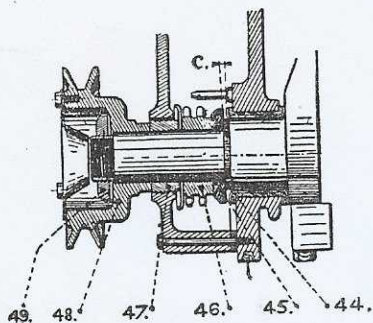

Fig. 11. — Réglage jeu latéral vilebrequin (moteurs sortis jusqu'à mai 1957) par des rondelles placées entre le coussinet AV et la rondelle de butée
L'étanchéité n'est assurée que si l'alésage dans le couvercle est concentrique à la turbine de rejet d'huile (47) (fig. 11).
- Placer la clavette de la poulie sur le vilebrequin, engager la turbine de rejet d'huile (47) (fig. 11 pour orientation des filets), monter la poulie de commande de ventilateur (48), placer l'arrêt et approcher l'écrou (49)